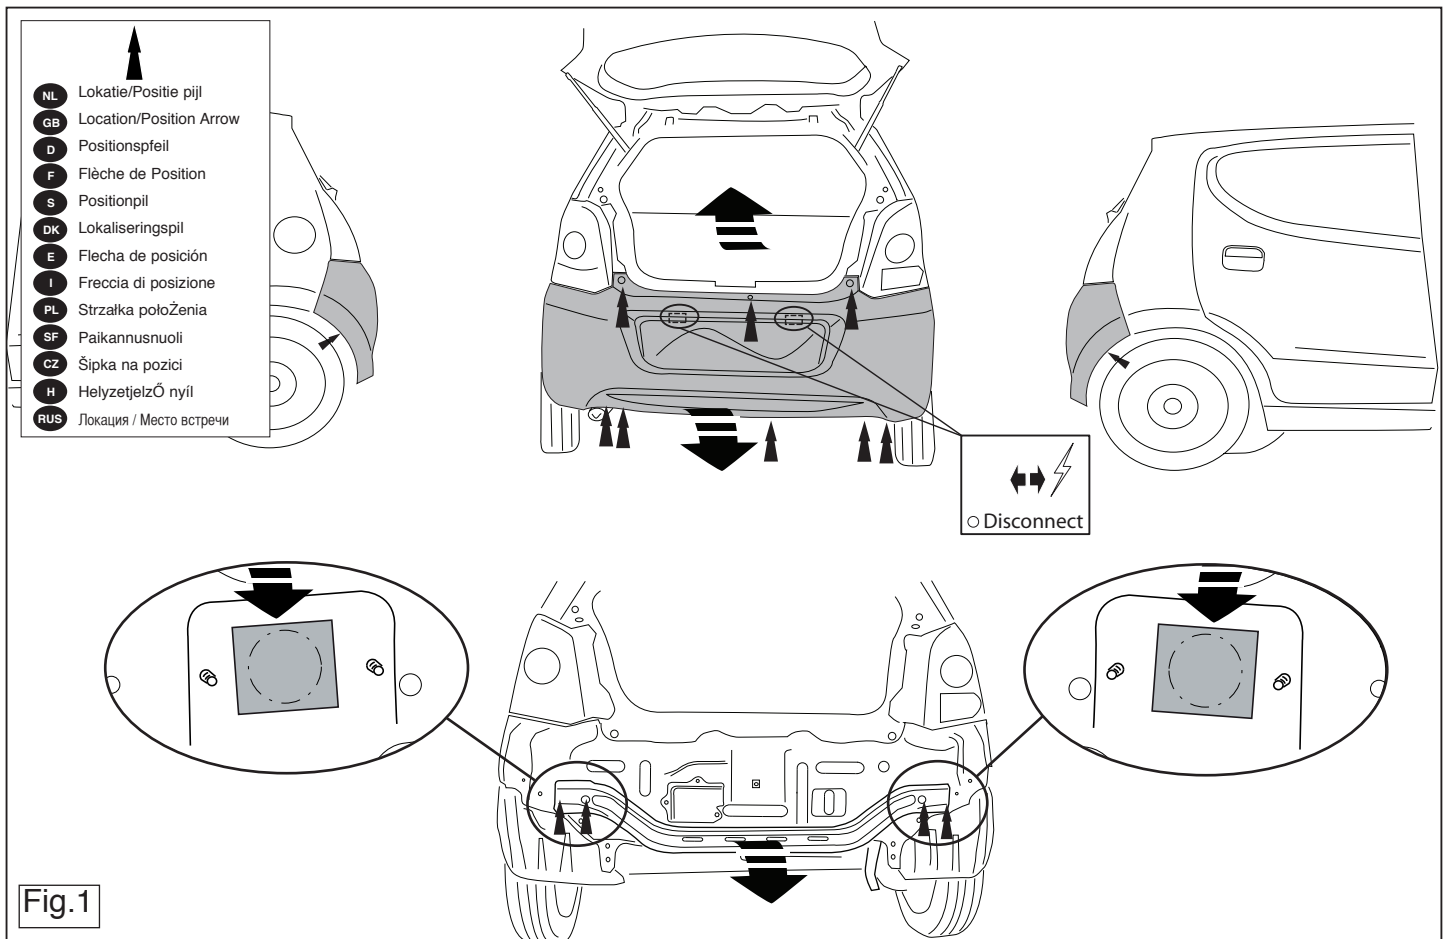

Fig.1
2. Demonteer de bumper inclusief de stalen stootbalk van het voertuig, de stootbalk wordt niet meer gebruikt. Plak de vrijgekomen gaten met tape af. (Zie fig. 1).
2. Remove the bumper and the steel buffer beam from the vehicle. The buffer beam will no longer be needed. Cover the exposed holes with tape. (See fig. 1)
2. Die Stoßstange einschließlich des stählernen Stoßbalkens vom Fahrzeug abmontieren. Der Stoßbalken wird nicht mehr benötigt. Die freigekommenen Löcher mit Tape zukleben. (siehe Abb. 1)
- adhésif. (voir la fig. 1)
2. Demontera stötfångaren inklusive stöttranden av stål från fordonet, stöttranden förfaller. Täck över de frilagda hålen med tejp. (se fig. 1)